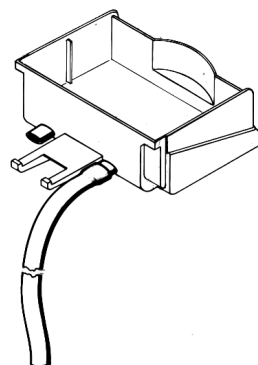

Bild 1
- 8 - Die Tropfschale ist mit zwei Abflußöffnungen versehen, die mit Membranen verschlossen sind. Soll das Wasser ständig aus der Tropfschale abfließen, die Membran einer der beiden Abflußöffnungen durchstoßen (z.Bsp. mit einem Schraubenzieher) und einen Abflußschlauch anschließen (Bild 1).